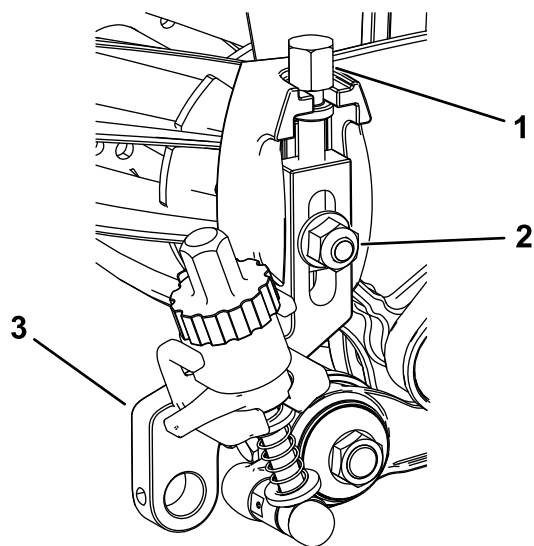

Рисунок 21
1. Заверните ранее снятые винты регулировки высоты скашивания в верхнюю часть узлов регулировки высоты скашивания (Рисунок 21).
2. Установите узлы регулировки высоты скашивания на боковые пластины режущего блока, используя ранее снятый несущий болт, гайку и специальную шайбу (Рисунок 21).